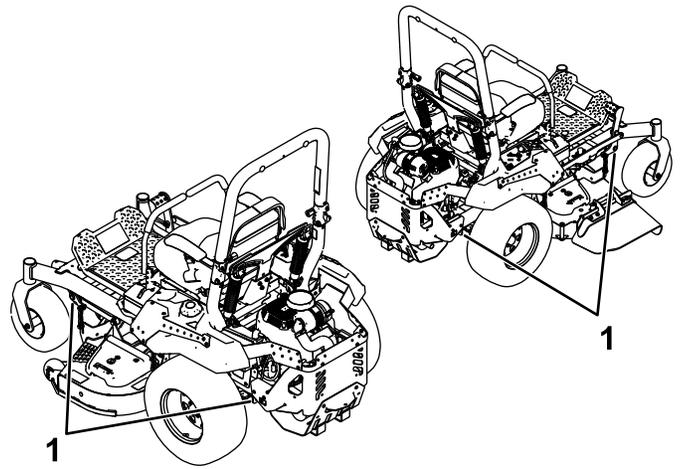

Рисунок 36
6. Прив'яжіть пристрій біля передніх коліс та заднього бампера ременем, ланцюгами, тросом або канатами (Рисунок 36). Див. місцеві норми та вимоги щодо прив'язки.